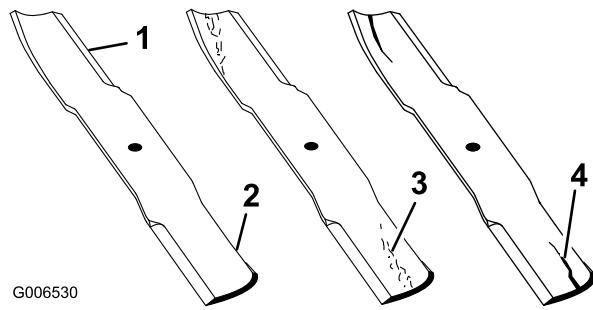

Bild 97
2. Prüfen Sie die Schnittkanten des Messers sorgfältig, insbesondere dort, wo die geraden Flächen die gebogenen berühren (Bild 97). Da Sand und anderes reibendes Material das Metall abschleifen kann, das die flachen und die gebogenen Teile verbindet, müssen Sie das Messer vor jedem Einsatz des Rasenmähers prüfen. Wenn Sie Abnutzungen (Bild 97) feststellen, sollten Sie das Messer auswechseln.
Wenn sich das Messer abwetzen kann, bildet sich ein Schlitz zwischen dem Windflügel und dem flachen Teil des Messers (Bild 97). Zuletzt kann sich ein Stück des Messers lösen und aus dem Gehäuse herausgeschleudert werden. Das kann zu schweren Verletzungen bei Ihnen selbst und Unbeteiligten führen.